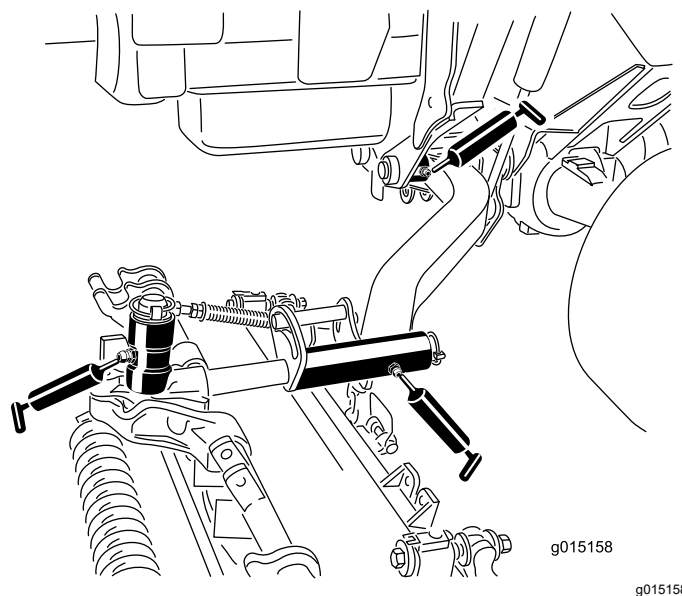

図 71
- 昇降アームのピボットブッシュカuttingユニット 1 台に 1 ヶ所 図 71
- カuttingユニットのキャリアフレームカuttingユニット 1 台に 2 ヶ所 図 71
- 昇降アームのピボットカuttingユニット 1 台に 1 ヶ所 図 71